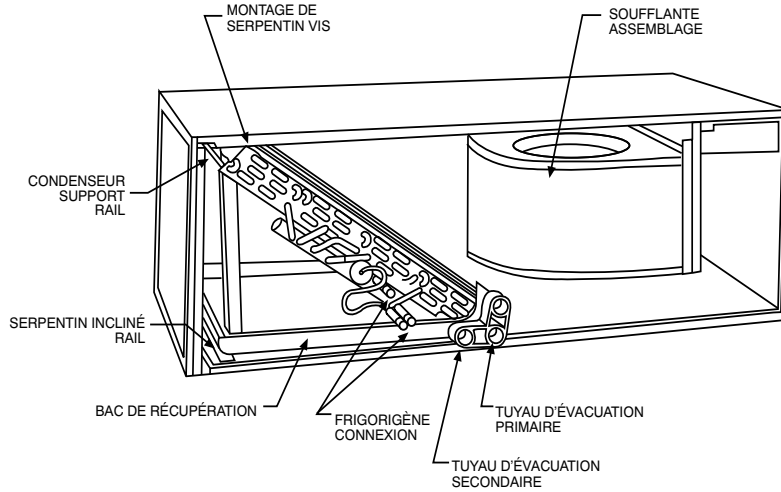

Fig. 5 – Conversion en application horizontale à droite – Serpentin incliné
4. Posez le ventilateur-convecteur sur son côté droit et réinstallez le serpentin en orientant le bac de récupération de condensat vers le bas (Fig. 5).